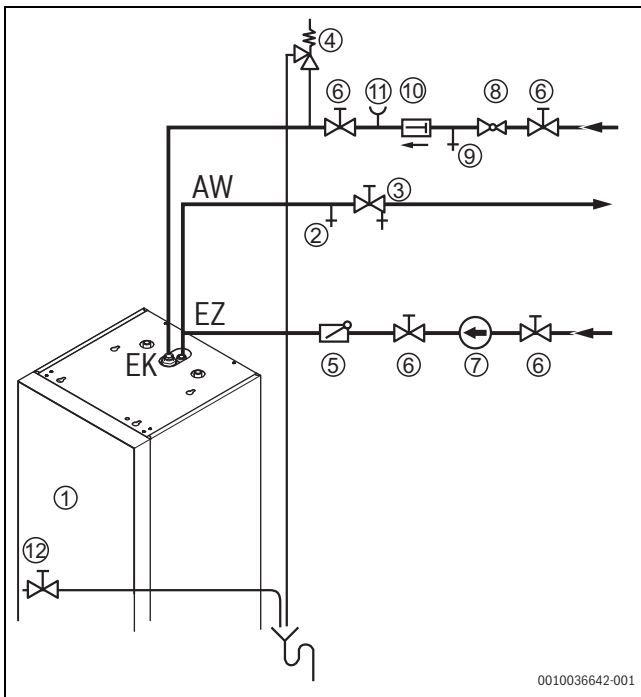

Bild 24 Installation nach DIN 1988 (Prinzipabbildung)
- Für Trinkwasser zugelassenes Sicherheitsventil (→ Bild 24, [4]) (≥ DN 20) in der Kaltwasserleitung bauseits vorsehen.
- In der Anschlussleitung zwischen Sicherheitsventil und Eintritt Kaltwasser am Speicher darf keine Absperrereinrichtung installiert sein (→ Bild 24).